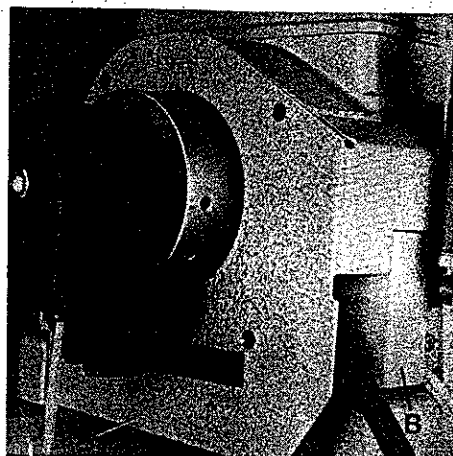

Fig. 17
From time to time the cooling ribs of the bottom cover have to be cleaned and the fan blades of the pulley have to be blown out with compressed air. For this remove belt guard (A, Fig. 17) and air duct (B).
Von Zeit zu Zeit müssen die Kühlrippen an der Grundplatte gereinigt und die Lüfterflügel am Handrad mit Pressluft ausgeblasen werden. Dazu muß der Riemenschutz (A, Fig. 17) und das Luftleitblech (B) entfernt werden.